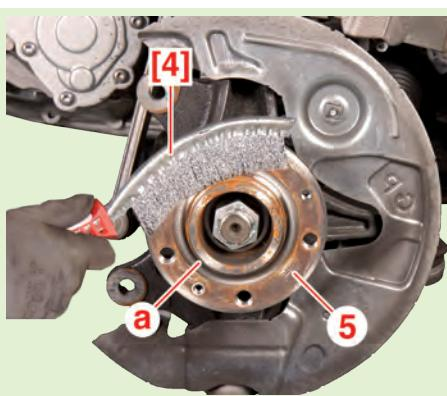

Fig.4
- A l'aide d'une brosse métallique [4], nettoyer la portée (a) du moyeu de roue (5) (Fig.4).